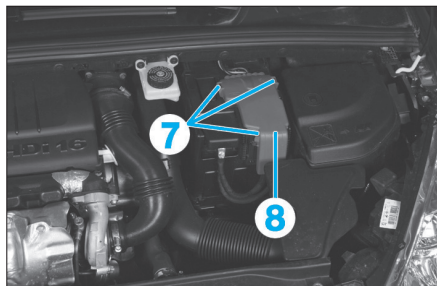

Fig. 88
- Appuyer en (7) et dégrafer le couvercle (8) (Fig.88) pour le déposer.